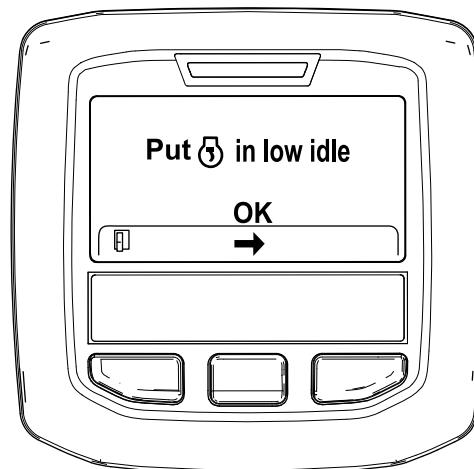

図 33
6. スロットルコントロールを低速アイドル位置にセットして、中央ボタンを押す図 33。